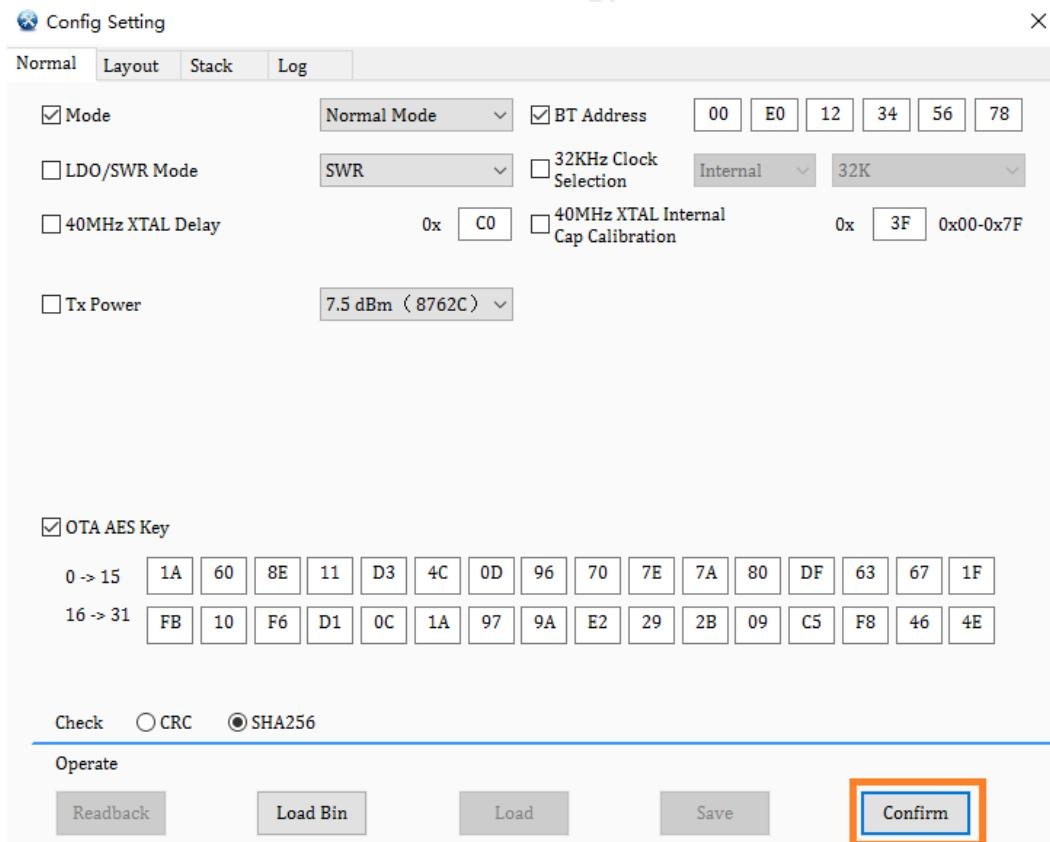

图 8-9 生成 Config file
2) 点击“Config Set”按钮进入 Config 配置界面。设置参数并点击“Confirm”确认，如图 8-9 所示。